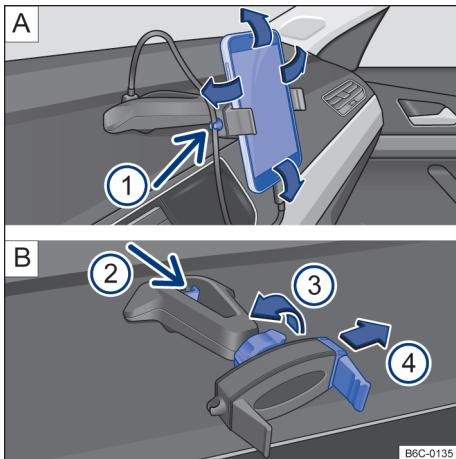

Fig. 169 No console central: suporte para telefone celular e ajustes.
- Segurar o suporte com uma mão e pressionar o botão de destravamento → Fig. 169 B (2) (seta).
- Com a haste → Fig. 169 B (4) deslocar no sentido da seta, e instalar o telefone celular no alojamento.
- Com a outra mão deslocar a haste → Fig. 169 B (4) até que seja possível remover o aparelho do alojamento.
- Colocar o cabo USB na entrada carregador USB do suporte existente no painel de instrumentos → Fig. 169 A (1).
- Prender o cabo no suporte → Fig. 169 A (1).
- Para liberar o movimento do suporte, girar a trava → Fig. 169 B (3) no sentido contrário da seta.
- Para fixar a posição, girar a trava no sentido da seta (3) → Fig. 169 B até a fixação total do suporte.
O suporte para telefone celular tem garantia de 3 anos, com exceção da haste deslizante (garra) → Fig. 169  (4) que tem garantia de 1 ano.